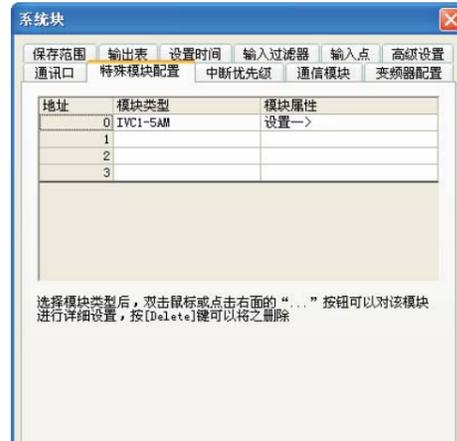
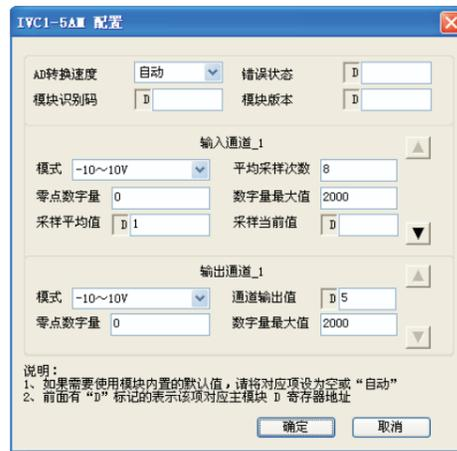

图 4-1 设置扩展模块类型
图 4-2 设置扩展模块参数
9. BFM#4094 为模块软件版本信息。自动显示在后台软件的 IVC1-5AM 配置界面上的模块版本栏，见图 4-2。
例：IVC1-5AM 模块地址为 1（扩展模块的编址方法，参见《IVC 系列可编程控制器用户手册》），使用其第 1、2、3、4 通道，输入电压信号（-10V~10V），输入通道平均值点数为 8，并且用数据寄存器 D1、D2、D3、D4 接收平均值转换结果；输出通道置模式 0，输出电压信号 10V，使用 D5 单元。如图 4-1，设置扩展模块的类型；然后如图 4-2，设置扩展模块实际使用的参数。图示为设置第 1 通道和输出通道的参数，同样的方法分别设置其它 3 个输入通道。